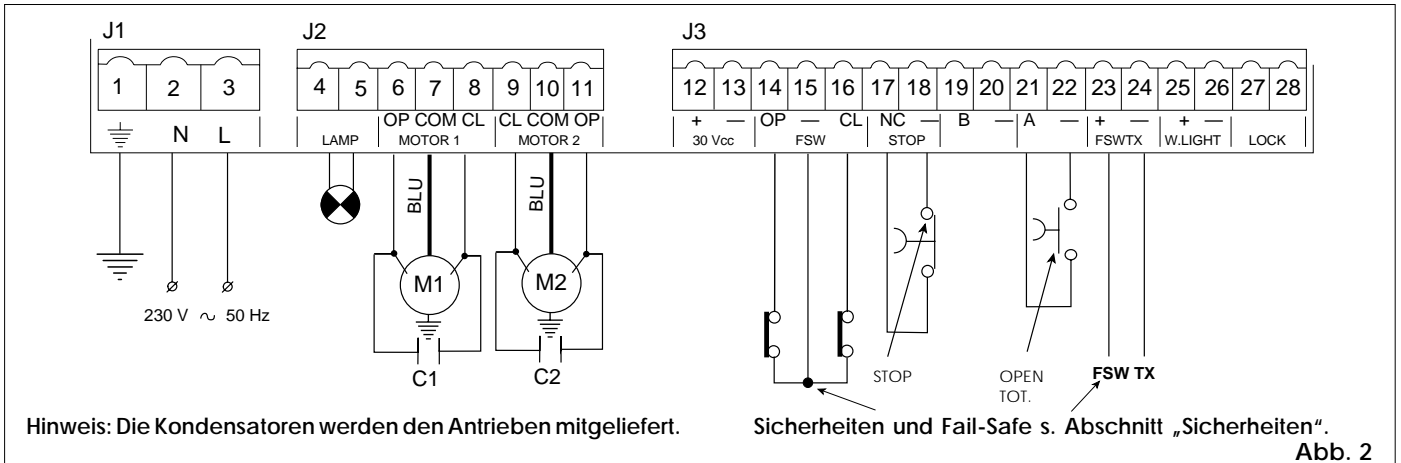

Abb. 2
① Klemmenbrett J1 - (Abb. 2)
② Klemmenbrett J2 - (Abb. 2)
③ KS-Klemmenbrett J3 (Abb. 2): zum Anschluß des gesamten Zubehörs (s. Tabelle 2)